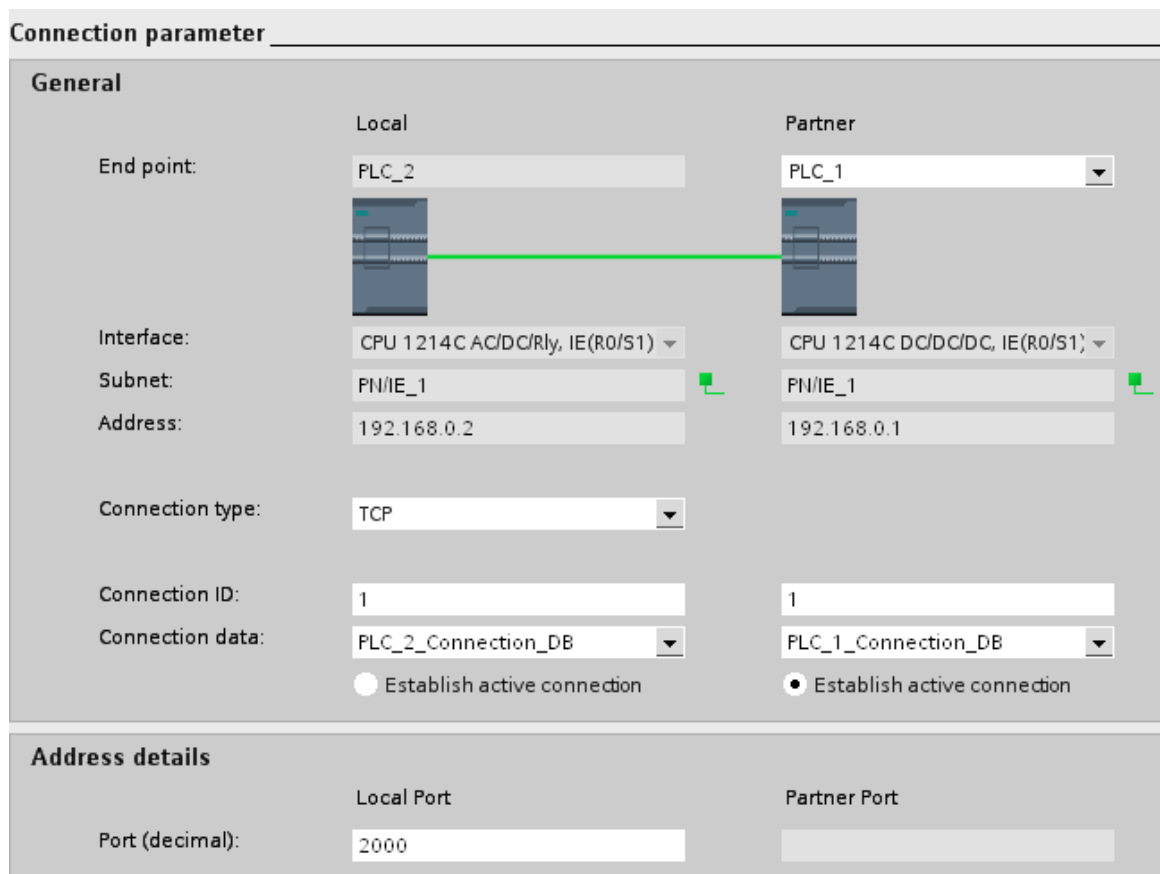

图 14 TRCV_C 的连接参数配置
□ 定义连接参数，PLC_2 的“TRCV_C”指令的连接参数需要在指令下方的属性窗口“Properties”>“Connection parameter”中设置，如图 14 所示。